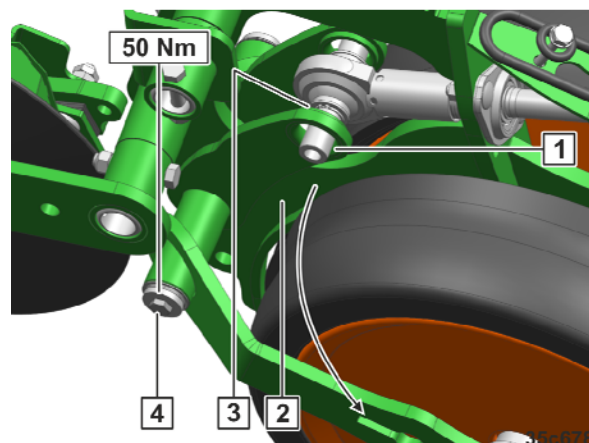

Рис. 319
2. Ослабьте и извлеките винт (Рис. 319/4).
3. Демонтируйте кронштейн опорного катка (Рис. 319/2) с опорным катком.
4. Удалите точку сварки (Рис. 319/3) с задней стороны.
5. Демонтируйте изношенную втулку (Рис. 319/1).
7. Установите точку сварки (Рис. 319/3) с задней стороны.